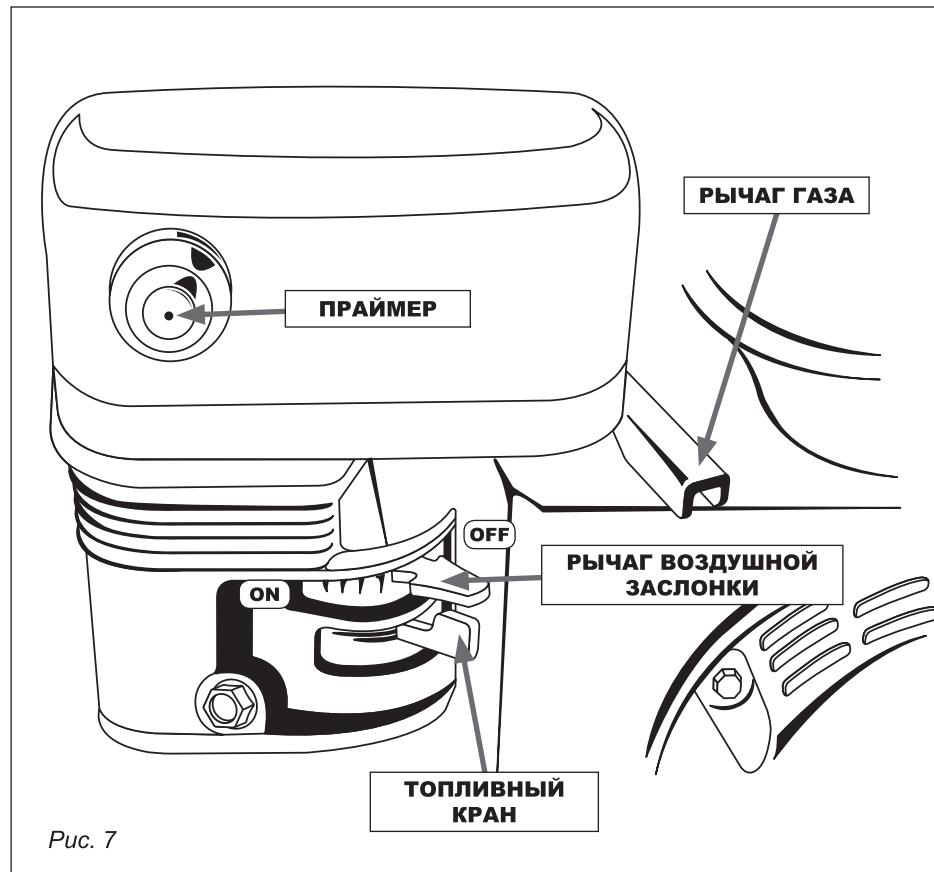

Рис. 7
Рычаг управления воздушной заслонкой активируется поворотом влево. Рычаг закрывает заслонку карбюратора и способствует старту двигателя (рис. 7).
Рычаг управления дроссельной заслонкой расположен на двигателе. Он регулирует обороты двигателя (рис. 7).
- Нажмите праймер два-три раза при холодном двигателе, убедившись, что при нажатии Вы перекрываете отверстие в центре (рис. 7).